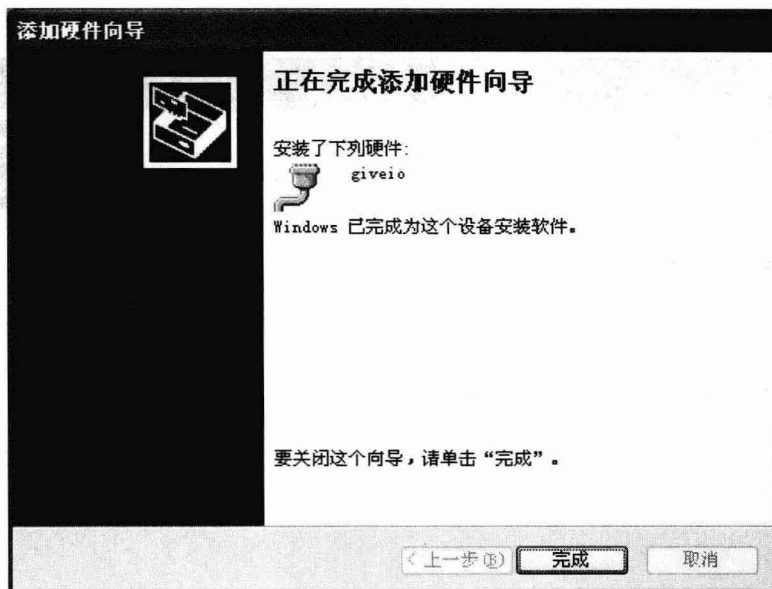

图 1-19 驱动程序安装成功界面
- ⑭ 点击“完成”按钮，图 1-19 是安装完毕的显示界面。